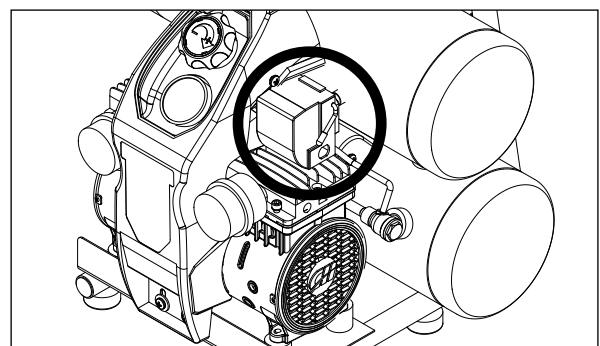

Figura 2
Interruptor de presión - Interruptor de encendido/apagado automático: Al estar en la posición "Encendido Automático" ("Auto On"), el compresor se apaga automáticamente cuando la presión del tanque alcanza la presión máxima predeterminada. Después de que se usa el aire del tanque y se libera a un nivel bajo predeterminado, el interruptor de presión enciende el motor nuevamente de manera automática. El compresor no funcionará en la posición "Apagado" ("Off"). Este interruptor debería estar en la posición de "Apagado" ("Off") cuando conecte o desconecte el cable de poder a la tomacorriente. (Figura 2)
1. Si el enchufe del cable de alimentación de la unidad no le resulta familiar o no encaja en su tomacorriente, la Figura 2 le ayudará a entender por qué, ya que ilustra los diferentes tipos de enchufe y los voltajes con los que se utilizan.